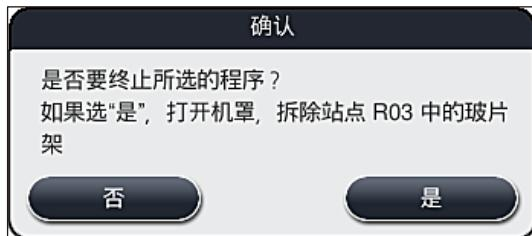

图 91
- 在随后出现的信息消息 (“图 91”) 中, 通过**是**按钮确认程序终止, 或通过**否**返回到进程状态显示。
必须遵循消息 (“图 91”) 中的信息。